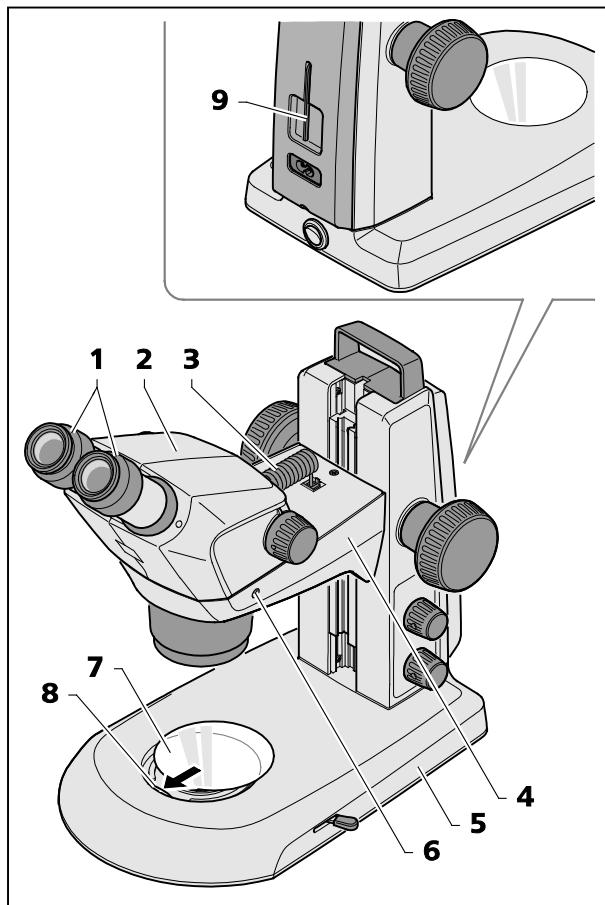

图 10 安装立体显微镜
- Stemi 305 主机（图 10/2）安装好前，要始终将其插入 Stemi 托架（图 10/4）、调整好并用夹紧螺栓（图 10/6）固定。
对应的内六角扳手（图 10/9）位于仪器背面的支架内。
- 安装两个目镜（图 10/1）前，要始终将它们插入目镜支架并卡住。
- 将随附的连接电缆 (图 10/3) 插入 Stemi 主机的插槽和 Stemi 托架的插槽。
- 将玻璃托盘或 S/W 塑料托盘 (图 10/7) 放在镜臂脚的容纳口处。
同时按下玻璃托盘或 S/W 塑料托盘 (图 10/8) 弹簧并卡住。